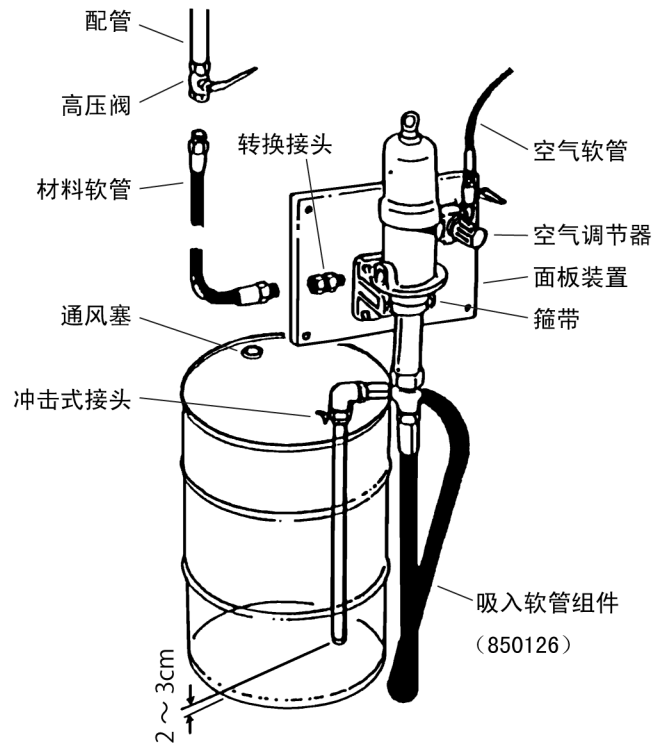
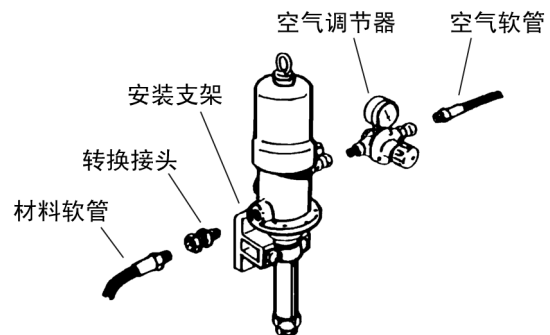

Fig. 2
Fig. 3
- 3) 取下油桶注入口（2B）处的塞子，拧紧附在吸入软管组件（可单独购买）上的冲击式接头。将泵连接到吸入软管组件，将吸入管插入油桶。在管的下端和油桶的底部之间留一个间隙，拧紧冲击式接头的蝶形螺钉以固定吸入软管组件。（Fig. 2）
（Fig. 2 和 Fig. 3）